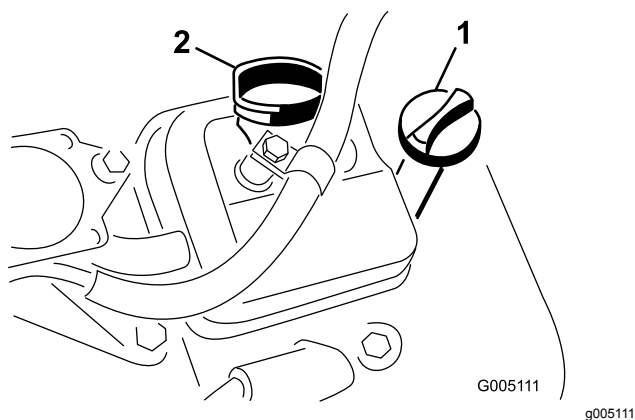

Figura 30
3. Insira a vareta no tubo da vareta e enrosque-a no tubo (Figura 30).